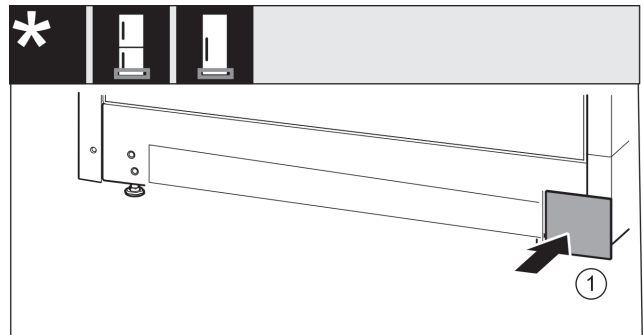

Fig. 48
- ▶ Tegye vissza a fedelet Fig. 48 (1) a másik oldalra.